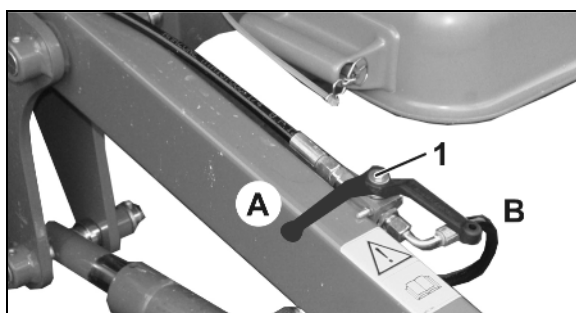

Рис. 103
3. Откройте запорный кран "Высота выравнивателя" (Рис. 103/1) (B).
- Держите шаровой кран (Рис. 103/1) в положении **В**,